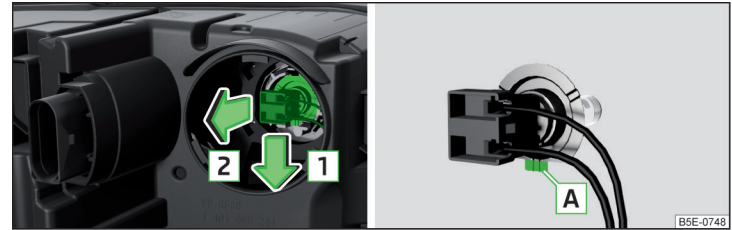

Abb. 359 Glühlampe für Fernlicht wechseln
- › Den Stecker mit der Glühlampe in Pfeilrichtung **1** lösen » Abb. 359.